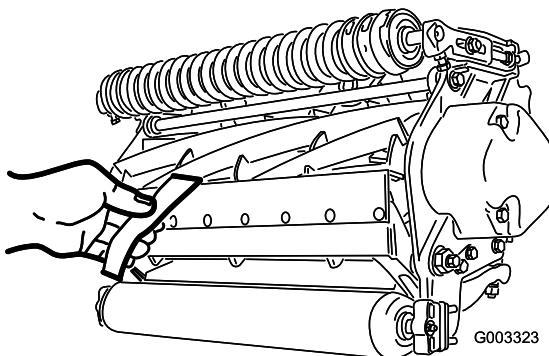

Figura 12
10. Teste o desempenho de corte inserindo uma fita comprida de desempenho de corte (número de peça Toro 125-5610) entre o cilindro e a lâmina de corte, perpendicular à lâmina de corte (Figura 12). Lentamente rode o cilindro para a frente; deve cortar o papel.